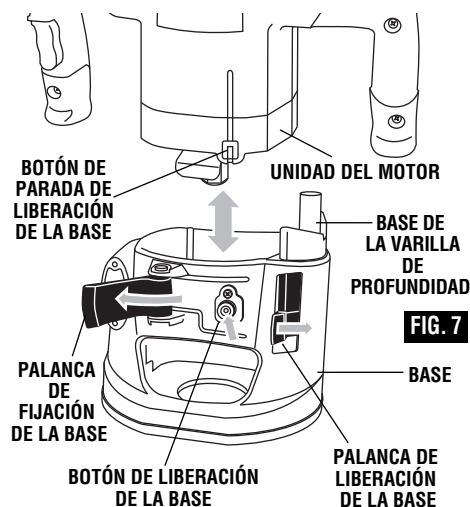

FIG. 7
1. Sostenga la fresadora en posición vertical, abra la palanca de fijación de la base, empuje la palanca de liberación de la base en el sentido de la flecha y tire de la unidad del motor hacia arriba para separarla de la base; justo antes de que el motor esté completamente fuera de la base, dejará de moverse. En ese momento, oprima el botón de liberación de la base y tire de la unidad del motor hacia arriba hasta sacarla de la base (Fig. 7).
3. Deslice el motor al interior de la base hasta que la palanca de liberación de la base se acople en la ranura que está en la unidad del motor (Fig. 7).